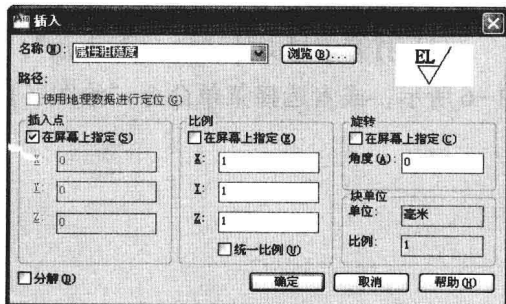

图 6-1-10
(6) 在“块”面板中单击“插入”按钮, 打开“插入”对话框，在名称列表中选择块名称“属性粗糙度”，单击“确定”按钮，如图6-1-10所示。